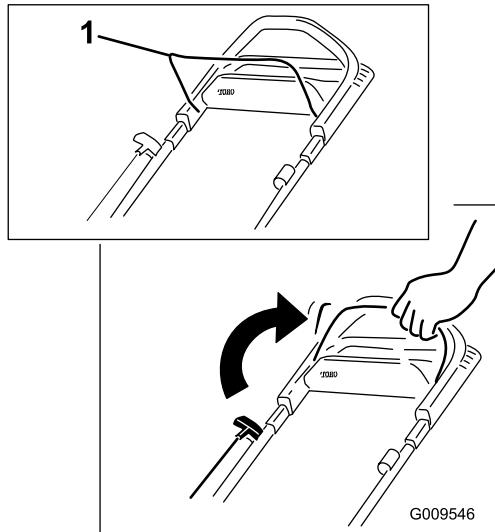

Рисунок 12
- Потяните штангу управления ножом в направлении рукоятки и удерживайте ее (Рисунок 12).